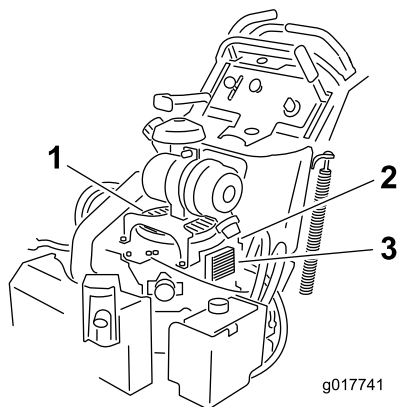

Figura 67
3. Retire la rejilla de entrada de aire y la carcasa del ventilador (Figura 67).
5. Instale la rejilla de entrada de aire, el arrancador de retroceso y la carcasa del ventilador (Figura 67).
2. Retire los pernos que sujetan el enfriador de aceite a la carcasa del motor (Figura 67).